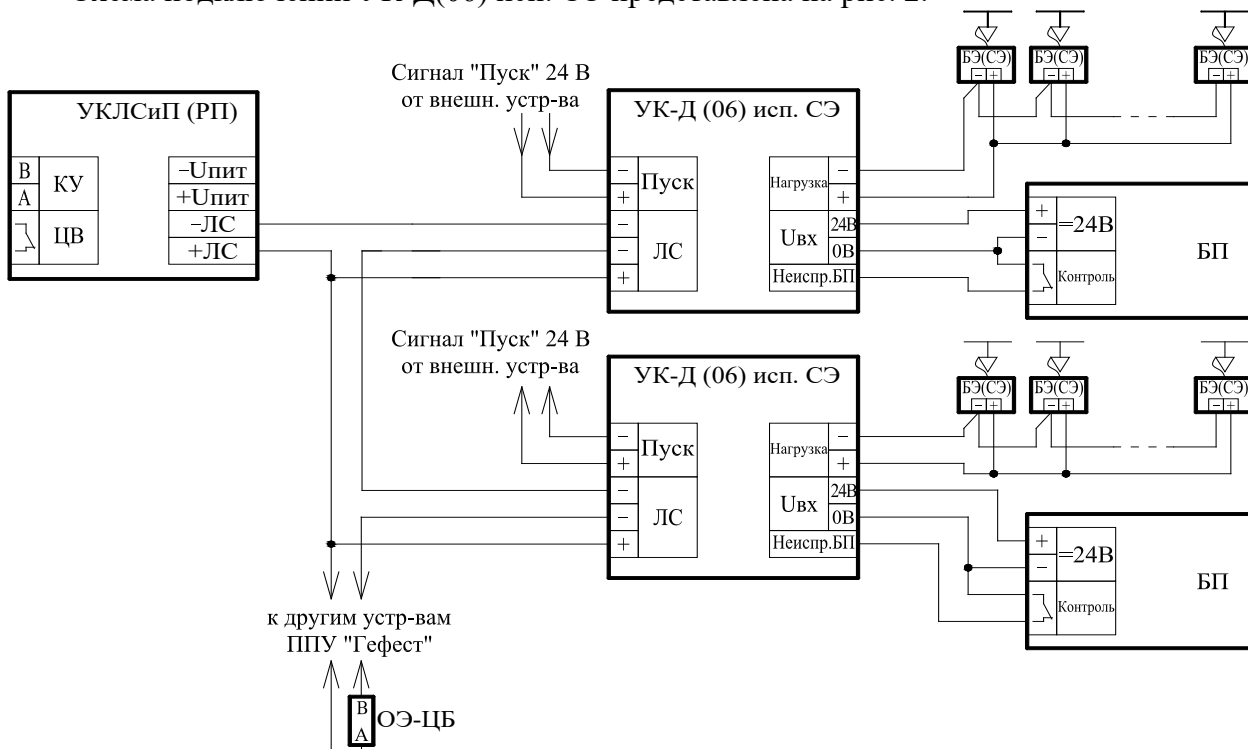

Рисунок 2 – Схема подключений УК-Д(06) исп. СЭ.
Схема подключений УК-Д(06) исп. СЭ представлена на рис. 2.